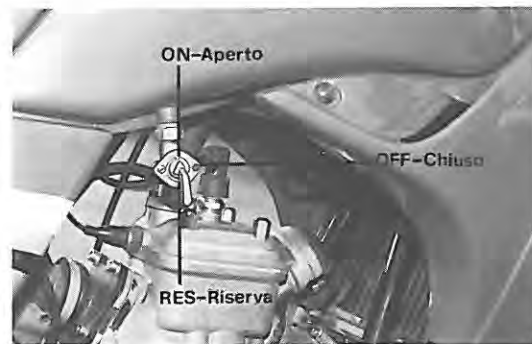

Fig. 8
- Aprire il rubinetto della benzina (**Fig. 8**);